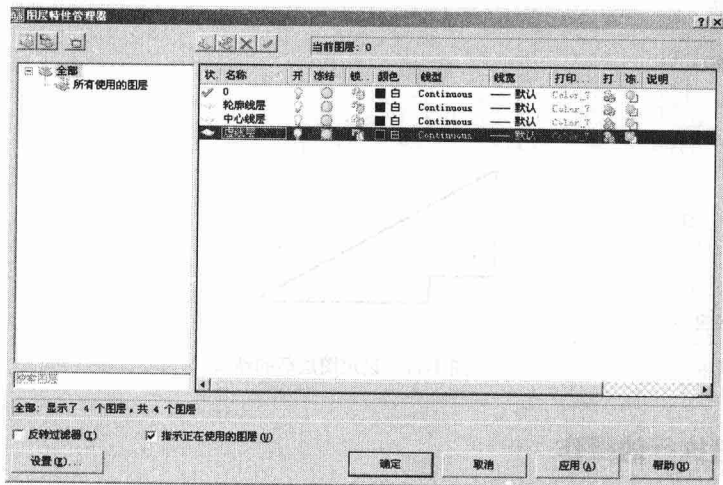
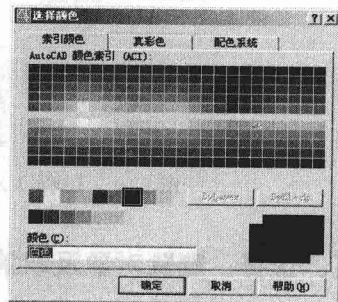

图 1-6 创建图层
图 1-7 【选择颜色】对话框
(1) 单击【图层】工具栏上的 按钮，打开【图层特性管理器】对话框，再单击对话框中的 按钮，列表框显示出名称为“图层 1”的图层，直接输入“轮廓线层”，按 **Enter** 键结束。再次按 **Enter** 键，又创建新图层，结果如图 1-6 所示。
(2) 图层 0 前有绿色标记“√”，表示该图层是当前层，其他图层名称前有白色的图标“”，表明这些图层上没有任何图形对象，否则图标的颜色将变为蓝色。
(3) 在【图层特性管理器】对话框中选中某一个图层。
(4) 单击图层列表框中与所选图层相关联的 白 图标，此时系统打开【选择颜色】对话框，如图 1-7 所示，通过此对话框用户可以选择所需的颜色。在本例中，轮廓线层为白色，中心线层为红色，虚线层为蓝色。